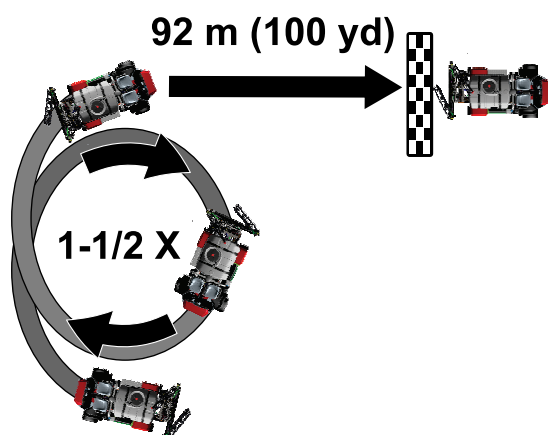

Figura 165
3. Conduza a máquina num círculo, dando 1-1/2 volta (Figura 165).
- Conduza a máquina em linha reta por 92 m (consulte Figura 165).